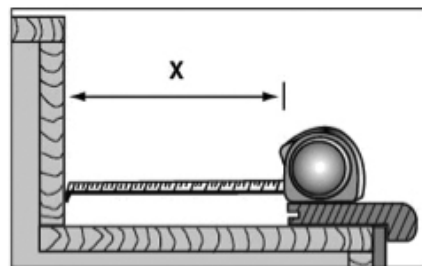

Fig. 16
5. Sans utiliser de colle, installez le nez de marche sur le bord du premier giron de manière à ce qu'il chevauche le morceau de stratifié se trouvant sur la contremarche du dessous. Mesurez la largeur entre le bord du nez de marche et la contremarche suivante (fig. 16).